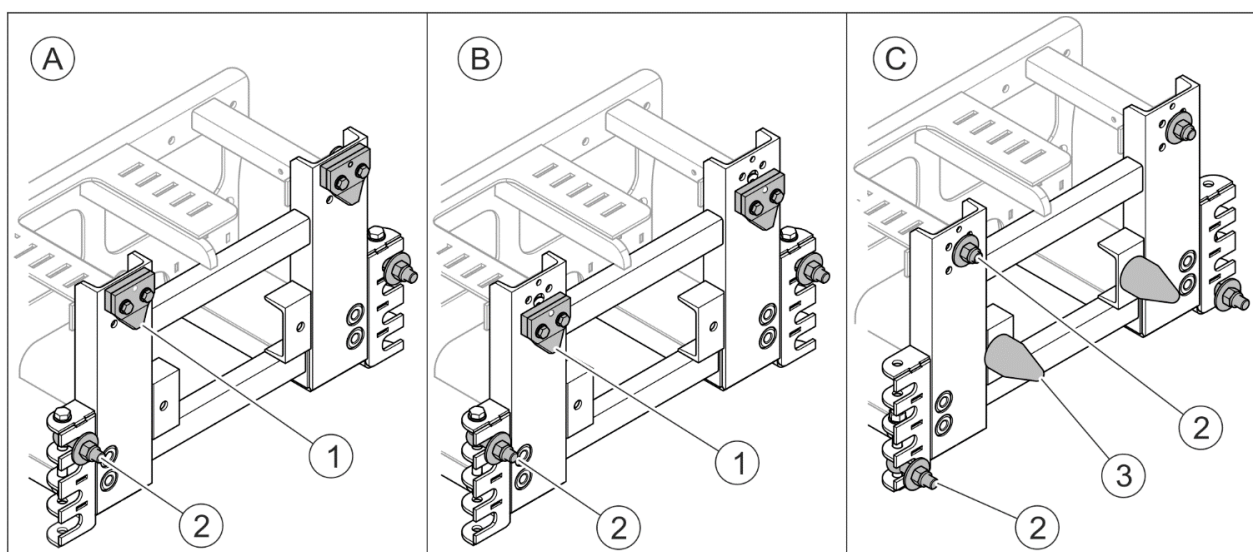
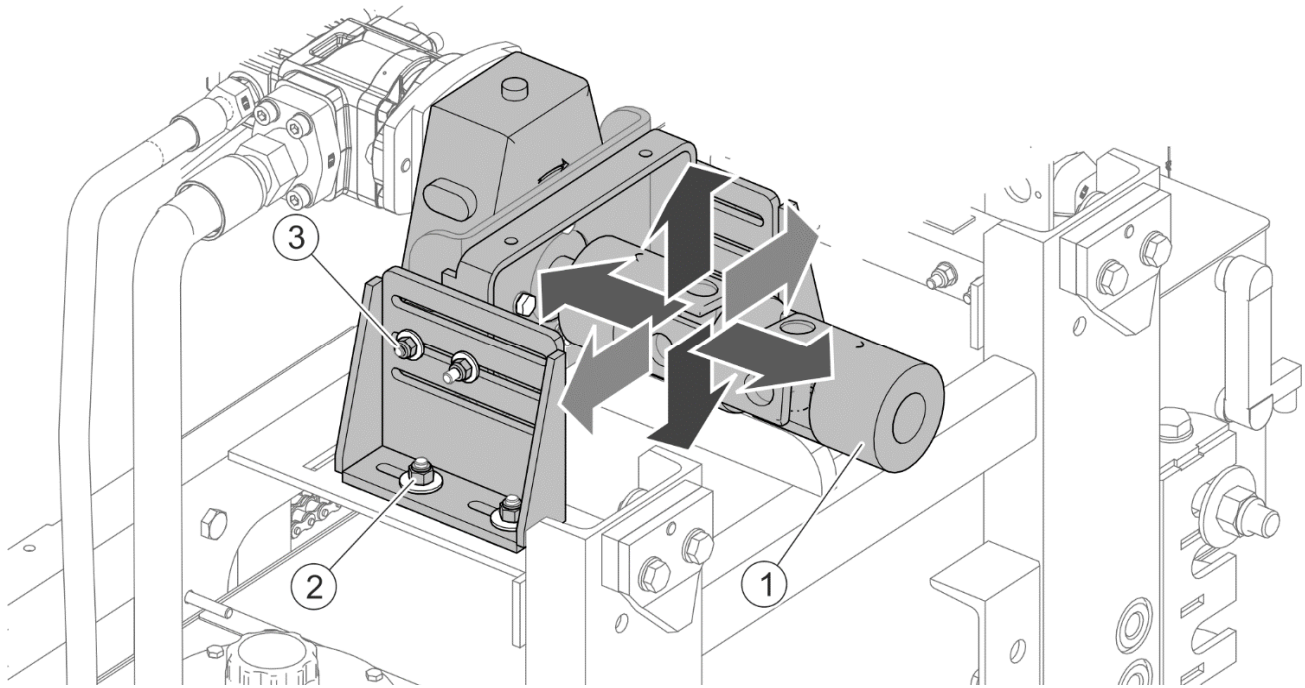

FIGURA 4.1 Elementele de conectare ale sistemului de suspensie ale brațului multifuncțional.
FIGURA 4.2 Conectarea multiplicatorului al brațului multifuncțional cu PDP al suportului de echipamente.
- Ridicați brațul multifuncțional montat pe suport cu ajutorul stivitorului și deplasați până la sistemul de suspensie ale suportului de unelte în așa fel, ca cârligele (1) (FIGURA 4.1) ale sistemului de suspensie a brațului să se afle sub suporturile plăci de conectare ale sistemului de suspensie a suportului de unelte;
- Coborâți brațul multifuncțional în jos, astfel încât cârligele (1) să se cupleze cu mânerul suportului de suspendare a transportorului universal;
- Asigurați fixarea plăcii de adaptare la suportul de suspendare a transportorului cu ajutorul șuruburilor de fixare (2);
- Slăbiți șuruburile (2) (FIGURA 4.2) care fixează suportul multiplicatorului la cadru și șuruburile (3) de fixarea multiplicatorului la suport;
- Conectați multiplicatorul cu vârful arborelui PDP ale suportului de unelte cu ajutorul conectorului articulat (1) prin alegerea poziției cu cele mai mici unghiuri de lucru ale articulațiilor. După introducerea conectorului pe capul arborelui PDP până la capăt trebuie să trageți conectorul în direcția opusă de la 5 până la 10 mm.